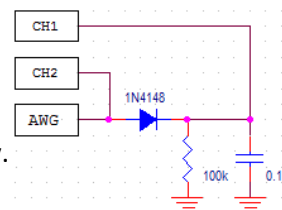

Abbildung 63: Schaltkreis Halbwellengleichrichter
- 1) Bauen Sie die Schaltung nach Abbildung 63 auf.